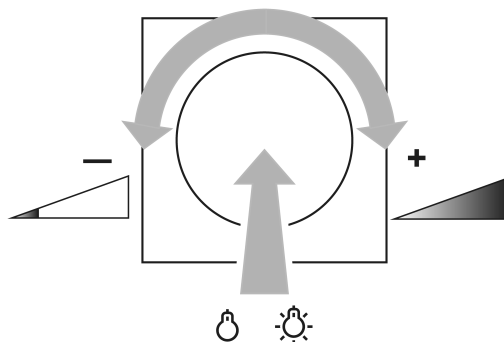

Imagen 1: Conmutación de luz o ajuste de luminosidad
- Pulsar brevemente el botón de ajuste: la luz se enciende o apaga (Imagen 1).
- Girar rápidamente el botón de ajuste: la luminosidad varía rápidamente (Imagen 1).
- Girar despacio el botón de ajuste: la luminosidad varía lentamente (Imagen 1).